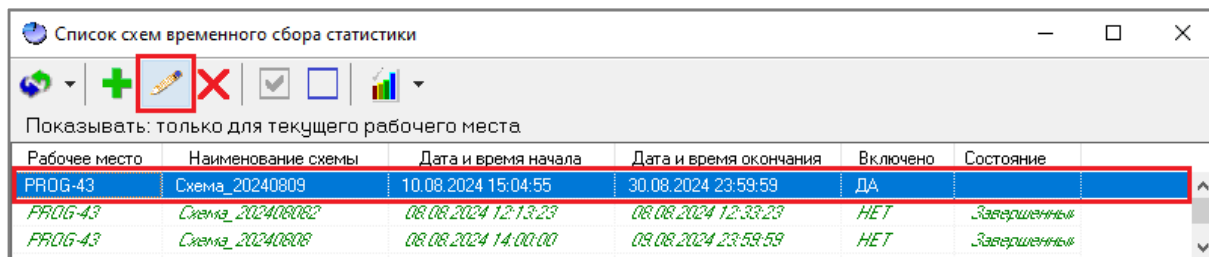

Рисунок 11-117 Редактирование схемы ВСС через панель инструментов окна "Список схем временного сбора статистики"
- либо нажмите кнопку «Редактировать схему»  на панели инструментов (см. п. 11.6.1.1) окна «Список схем временного сбора статистики» (см. Рисунок 11-117);